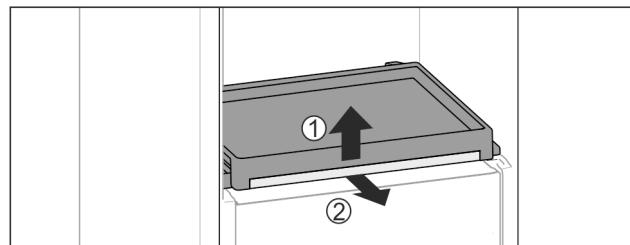

Fig. 49
- Витягніть витяжну панель зі скляною полицею: Підніміть трохи скляну полицю спереду Fig. 49 (1) та витягніть вперед Fig. 49 (2).